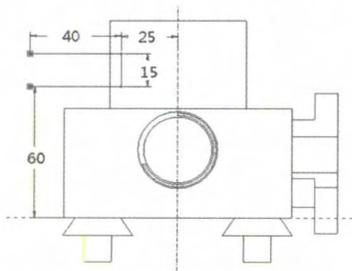
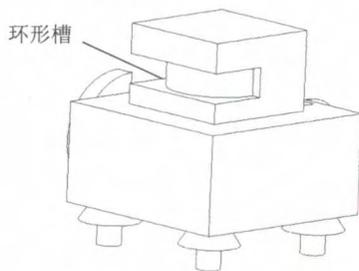

图 3-20 绘制一个截面与一条基准中心线
图 3-21 创建环形槽特征
- (2) 绘制一个截面（该截面是开放的）与一条基准中心线，如图 3-20 所示。
- (3) 单击“确定”按钮 ，在【菜单管理器】中选取“可变”和“完成”选项。
- (4) 把槽的角度设为 250° ，创建环形槽特征，如图 3-21 所示。